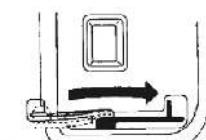

Рис. 10
- 6.** Переведите рычаг заслонки в исходное положение (Рис. 10).